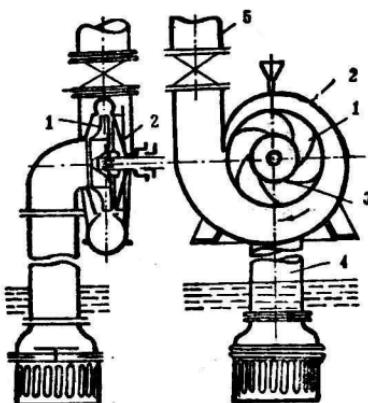

图1—3 离心泵的结构示意图
1. 多级卧式离心泵。如DA型（旧型号为SSM型）离心泵（图1—6）。
2. 多级立式离心泵（轴为垂直）。如JD型深井泵（图1